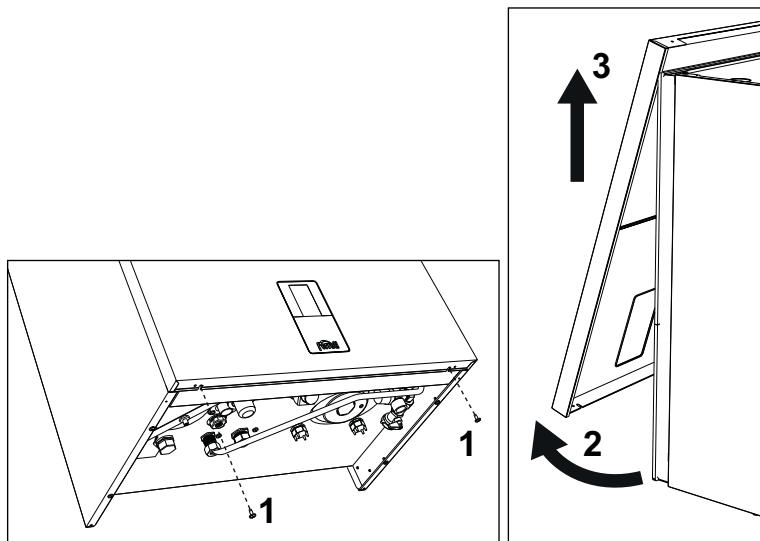

fig. 41- Deschiderea panoului frontal
- 1.Deșurubați șuruburile „1” (consultați fig. 41).